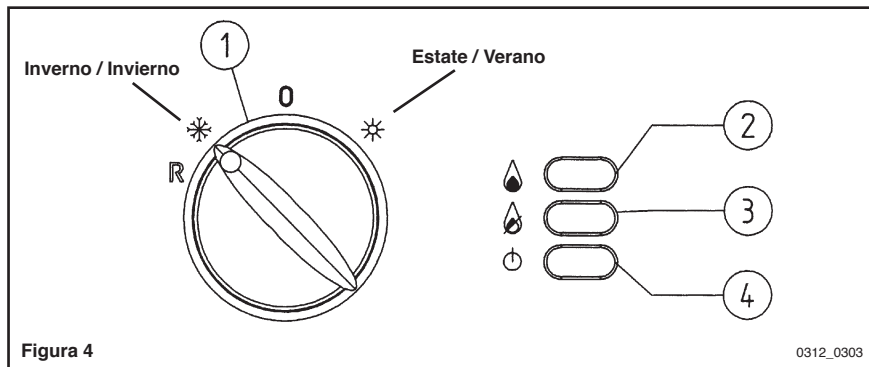

Figura 4
Si consiglia in questo caso di ripetere le operazioni di accensione, fino all'arrivo del gas al bruciatore, posizionando per almeno 1 secondo il selettore (1) in **(R)** (vedere anche figura 4).
En este caso se aconseja repetir las operaciones de encendido, hasta que el gas llegue al quemador, ubicando durante al menos 1 segundo el selector (1) en la posición **(R)** (véase también figura 4).